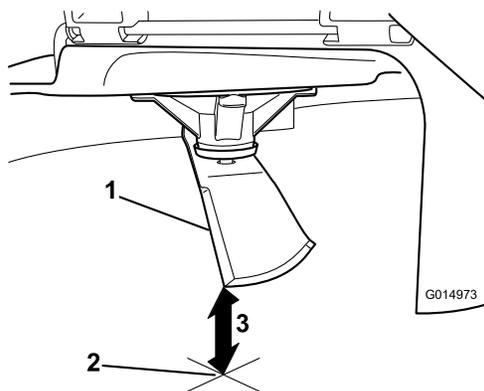

Figure 90
5. Mesurez la distance entre la pointe de la lame et la surface plane (Figure 90).